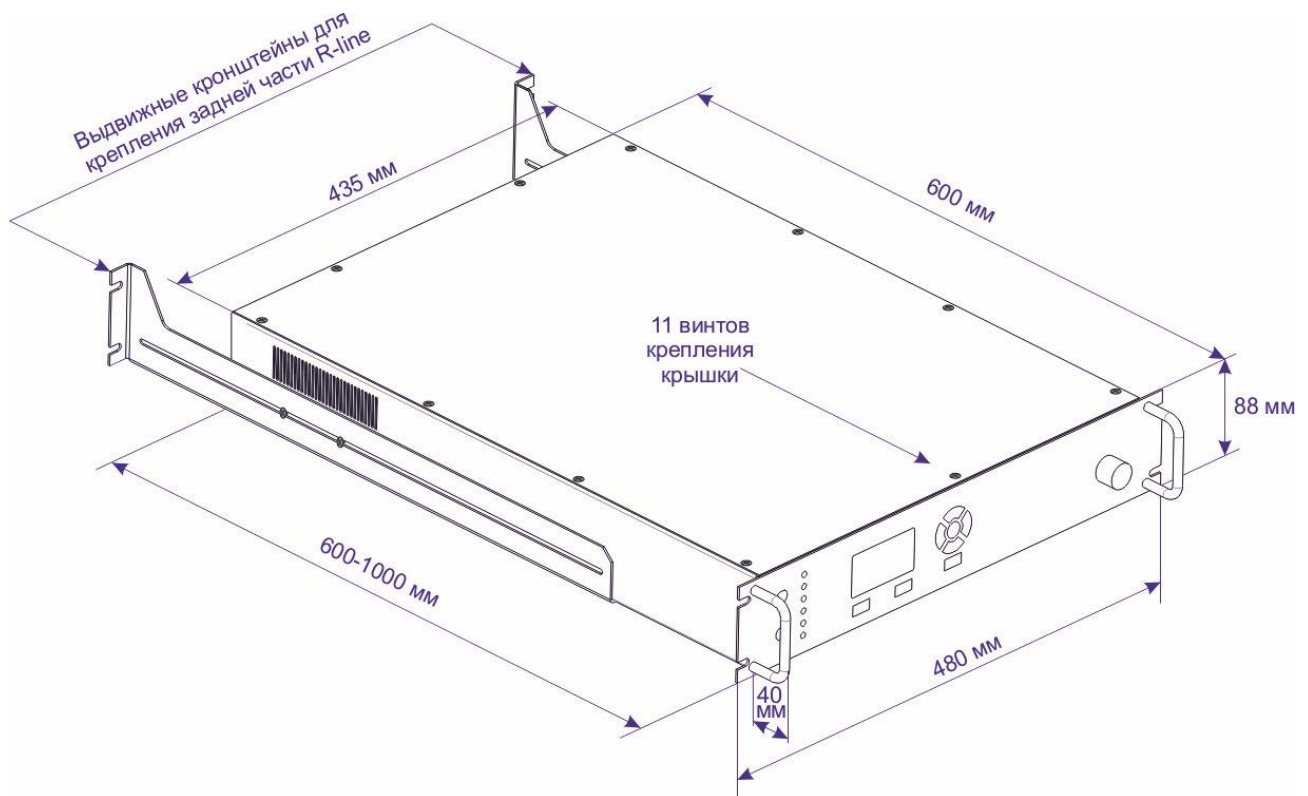

Рис.3. Установочные размеры R-line
- 8.2 Отвернув винты крепления, откройте крышку (см. Рис. 3) и подключите АКБ (см. Рис. 1). Закройте крышку, завернув винты крепления. Подключите разъем ~220В (см. Рис. 2) и подайте на R-line напряжение питания.